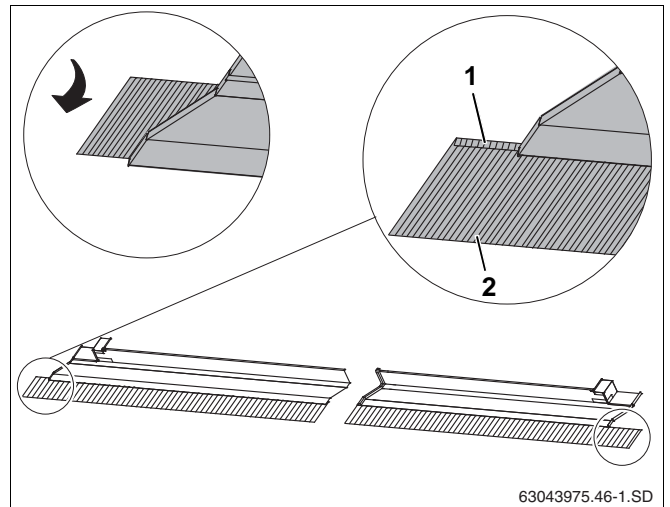

Fig. 42 Montering af blyskørt
- ▶ Bøj skørtene til alle dækpladerne frem (fig. 42, **pos. 2**).
- ▶ Bøj også enderne på de yderste dækplader foroven (fig. 42, **pos. 1**) frem.